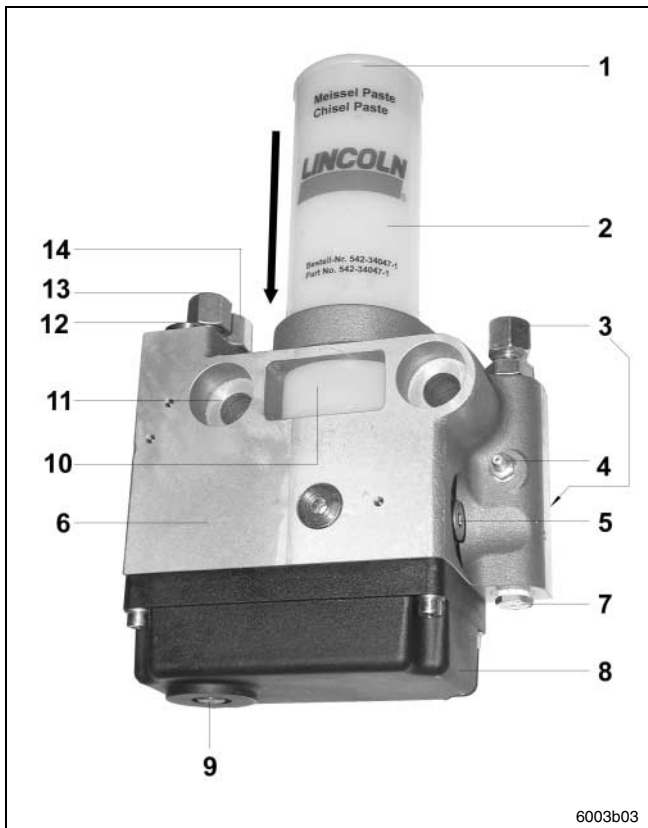

Fig. 1 Pièces de la pompe de lubrification hydraulique HTL -101
- est équipée d'un dispositif optique de niveau de graisse indiqué par la position du piston suiveur. Si le piston suiveur se trouve en position de bas niveau de la cartouche (fig. 1, pos. 10), remplacez la cartouche
- est protégée par une soupape de limitation de pression (fig. 1, pos. 7) (cartouche) à 120 bars
- est équipée d'un élément de pompe facilement remplaçable (fig. 1, pos. 5)
- est munie d'un nipple de lubrification (fig. 1, pos. 4) pour la lubrification manuelle (p. ex. en cas de panne du système hydraulique)
- dispose de trois sorties différentes (fig. 1, pos. 7 et 3) pour le raccordement individuel d'alimentation en graisse du marteau-pilon
*Si la sortie de graisse inférieure (fig. 1, pos. 7) est utilisée, remplacer le raccord de sortie par la soupape de limitation de pression.*